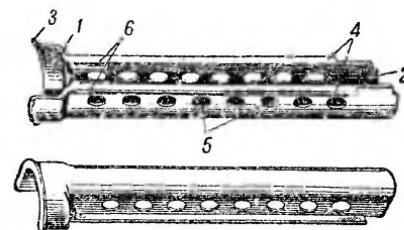

Рис. 50. Верхний кожух:
**50. Верхний кожух** (рис. 50) является продолжением ствольной накладки. Он имеет: усиленный задний конец для соединения со ствольной накладкой; передний конец для соединения с надульником; задний бортик для ограничения смещения ложевого кольца; боковые загибы для соединения с нижним